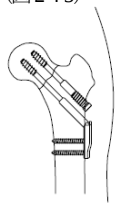

図 2-4-5
- 5) インプラントの状態を正面像及び軸射／側面像で確認し、縫合して手術を終了します。(図 2-4-5)